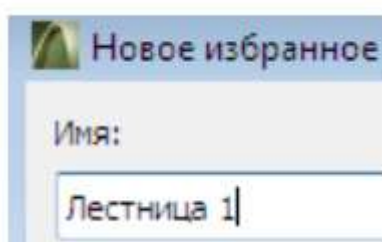

Рисунок 8.13
8. Сохраните установки данной лестницы в **Новое избранное** под именем **Лестница 1** (рисунок 8.13).